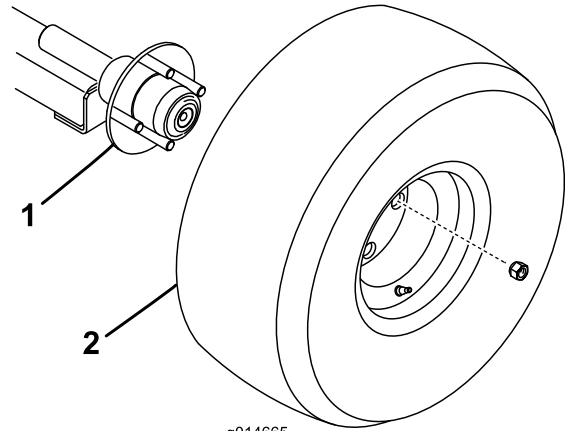

図 5
1. 各アクスルハブにホイールアセンブリラグナット 4個を使用する図5。各ナットを 108 N·m/11 kg·m 80 ft-lbにトルク締めする。